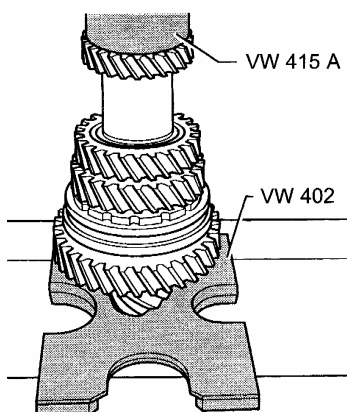

图 12-105 压入 4 挡齿轮
(21) 压入第 4 挡齿轮时，高的内凸肩指向第 4 挡，如图 12-105 所示。